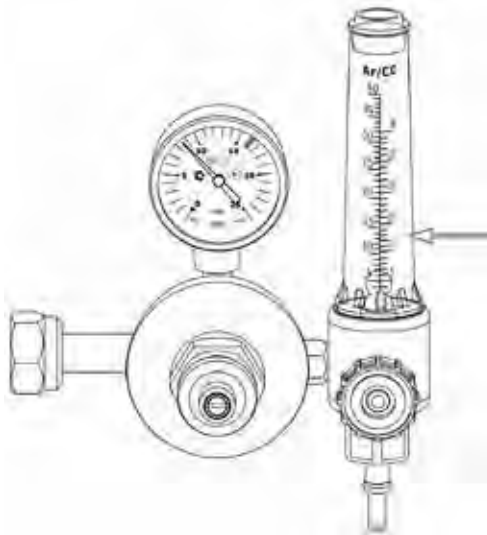

Рисунок 8.6. Расход защитного газа.
9. С помощью редуктора (см. рис. 8.6) установите необходимый расход защитного газа (от 4 до 25 л/мин. в зависимости от выполняемых задач или см. табл. 8.4, 8.5).